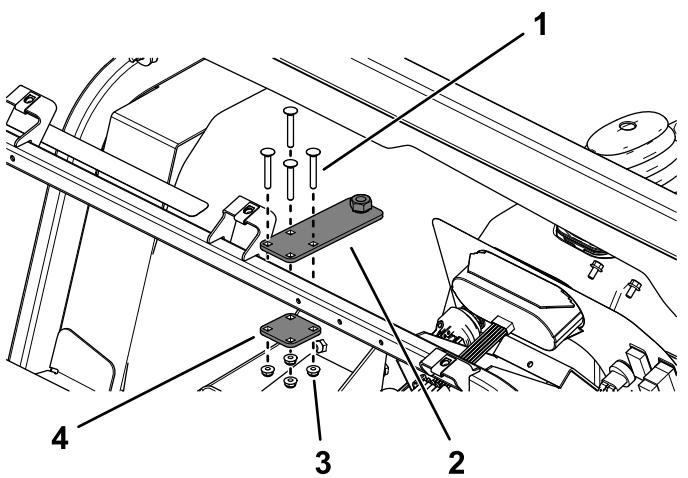

Figura 36
2. Montate la piastra di regolazione e la contropiasta sul tubo di supporto del cruscotto utilizzando i 4 bulloni a testa tonda ($\frac{1}{4}'' \times 1\frac{3}{4}''$) e i dadi flangiati ($\frac{1}{4}''$) come illustrato nella Figura 36.